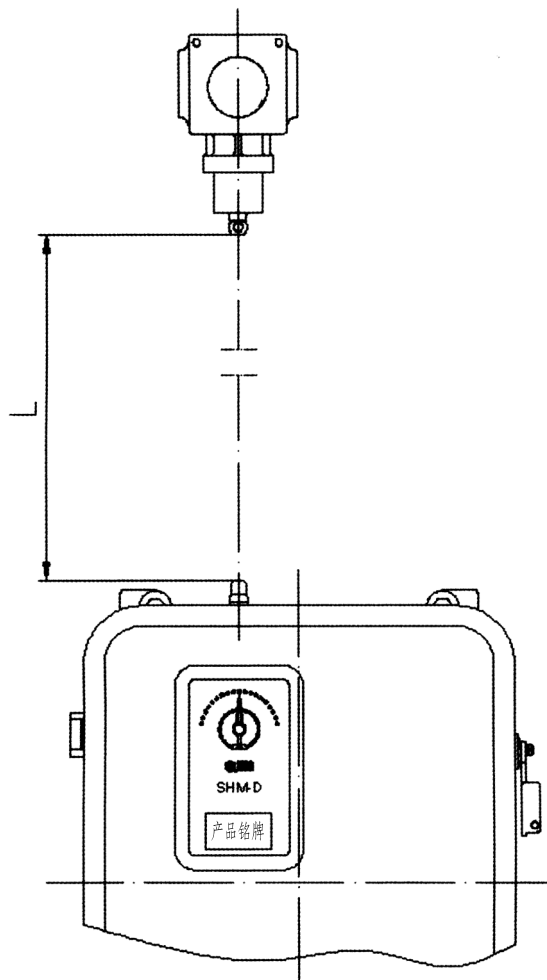

图 2
6.2.2 随开关提供的传动轴最大长度为 2m，用户需实际测量机构输出轴顶端至中间齿轮盒轴端的长度，如图 2，传动轴需要的长度为  $L-5\text{mm}$ ，请用户自行改短长度。
附图 2 SHM-DL 外形图